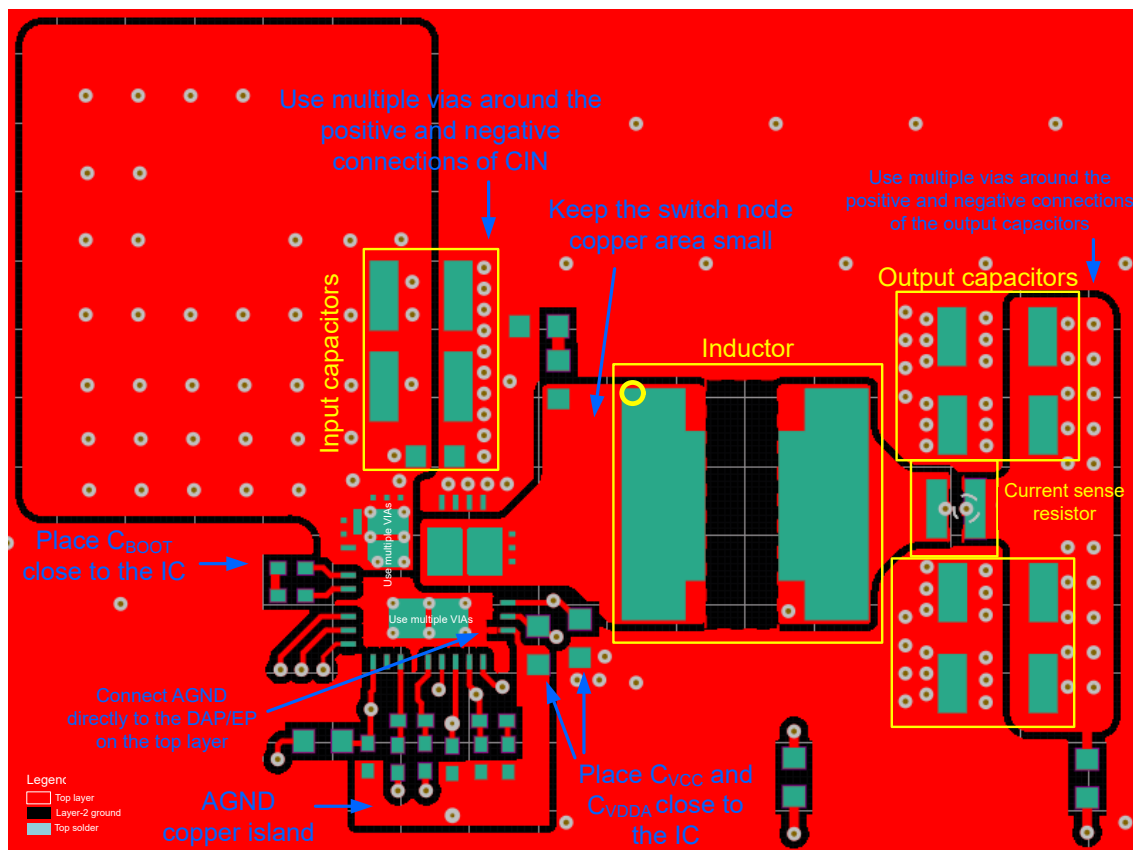

図 9-18. PCB の最上層
次のリストは、熱および EMI の特性を含めて DC/DC モジュールの性能を最適化するための、PCB レイアウトと部品の配置に関する重要なガイドラインを要約したものです。図 9-18 に、L デバイスの推奨レイアウトと、最適化された電力段および小信号部品の配置および配線を示します。
- VIN から PGND の間に、X7R または X7S 誘電体を使用した低 ESR セラミック コンデンサを使用します。図 9-18 に示されているように、高周波バイパス用に 0402 または 0603 コンデンサを VIN の近くに配置します。バルク容量を確保するために、追加の 1206 または 1210 コンデンサを使用します。